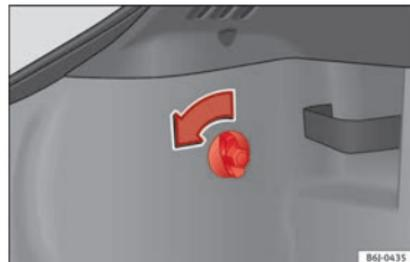

Fig. 195 Accesso ai fanali posteriori.
»» fig. 195.
- Togliere il connettore dall'alloggiamento **(A)** » fig. 195.